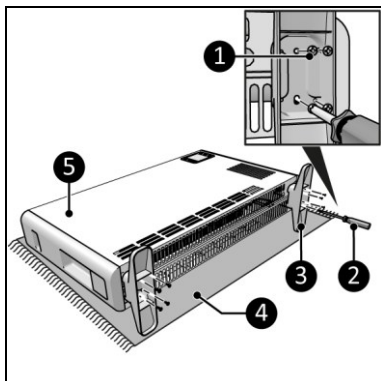

Figura 9
1. Așezați dispozitivul pe o suprafață fixă, netedă (Figura 9, poz. 4).
2. Așezați picioarele de susținere (Figura 9, poz. 3) pe ambele părți ale corpului principal (Figura 9, poz. 5).
3. Înșurubați și strângeți picioarele de susținere cu șuruburile mici (Figura 9, poziția 1) în cele două găuri centrale și în cele două exterioare, folosind o șurubelniță Phillips (Figura 9, poziția 2).